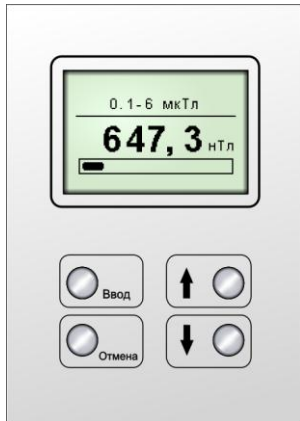

Рисунок 11. Вид экрана в режиме изменения величины поля
9.4. Изменение величины поля. Вид экрана в этом режиме представлен на рис. 11. При этом на экране отображаются выбранный диапазон измерения и фактическая величина поля.
9.4.4. Визуально оценить запас по величине поля в каждом из режимов можно по индикатору, расположенному в нижней части экрана УГПТ (рис. 11).